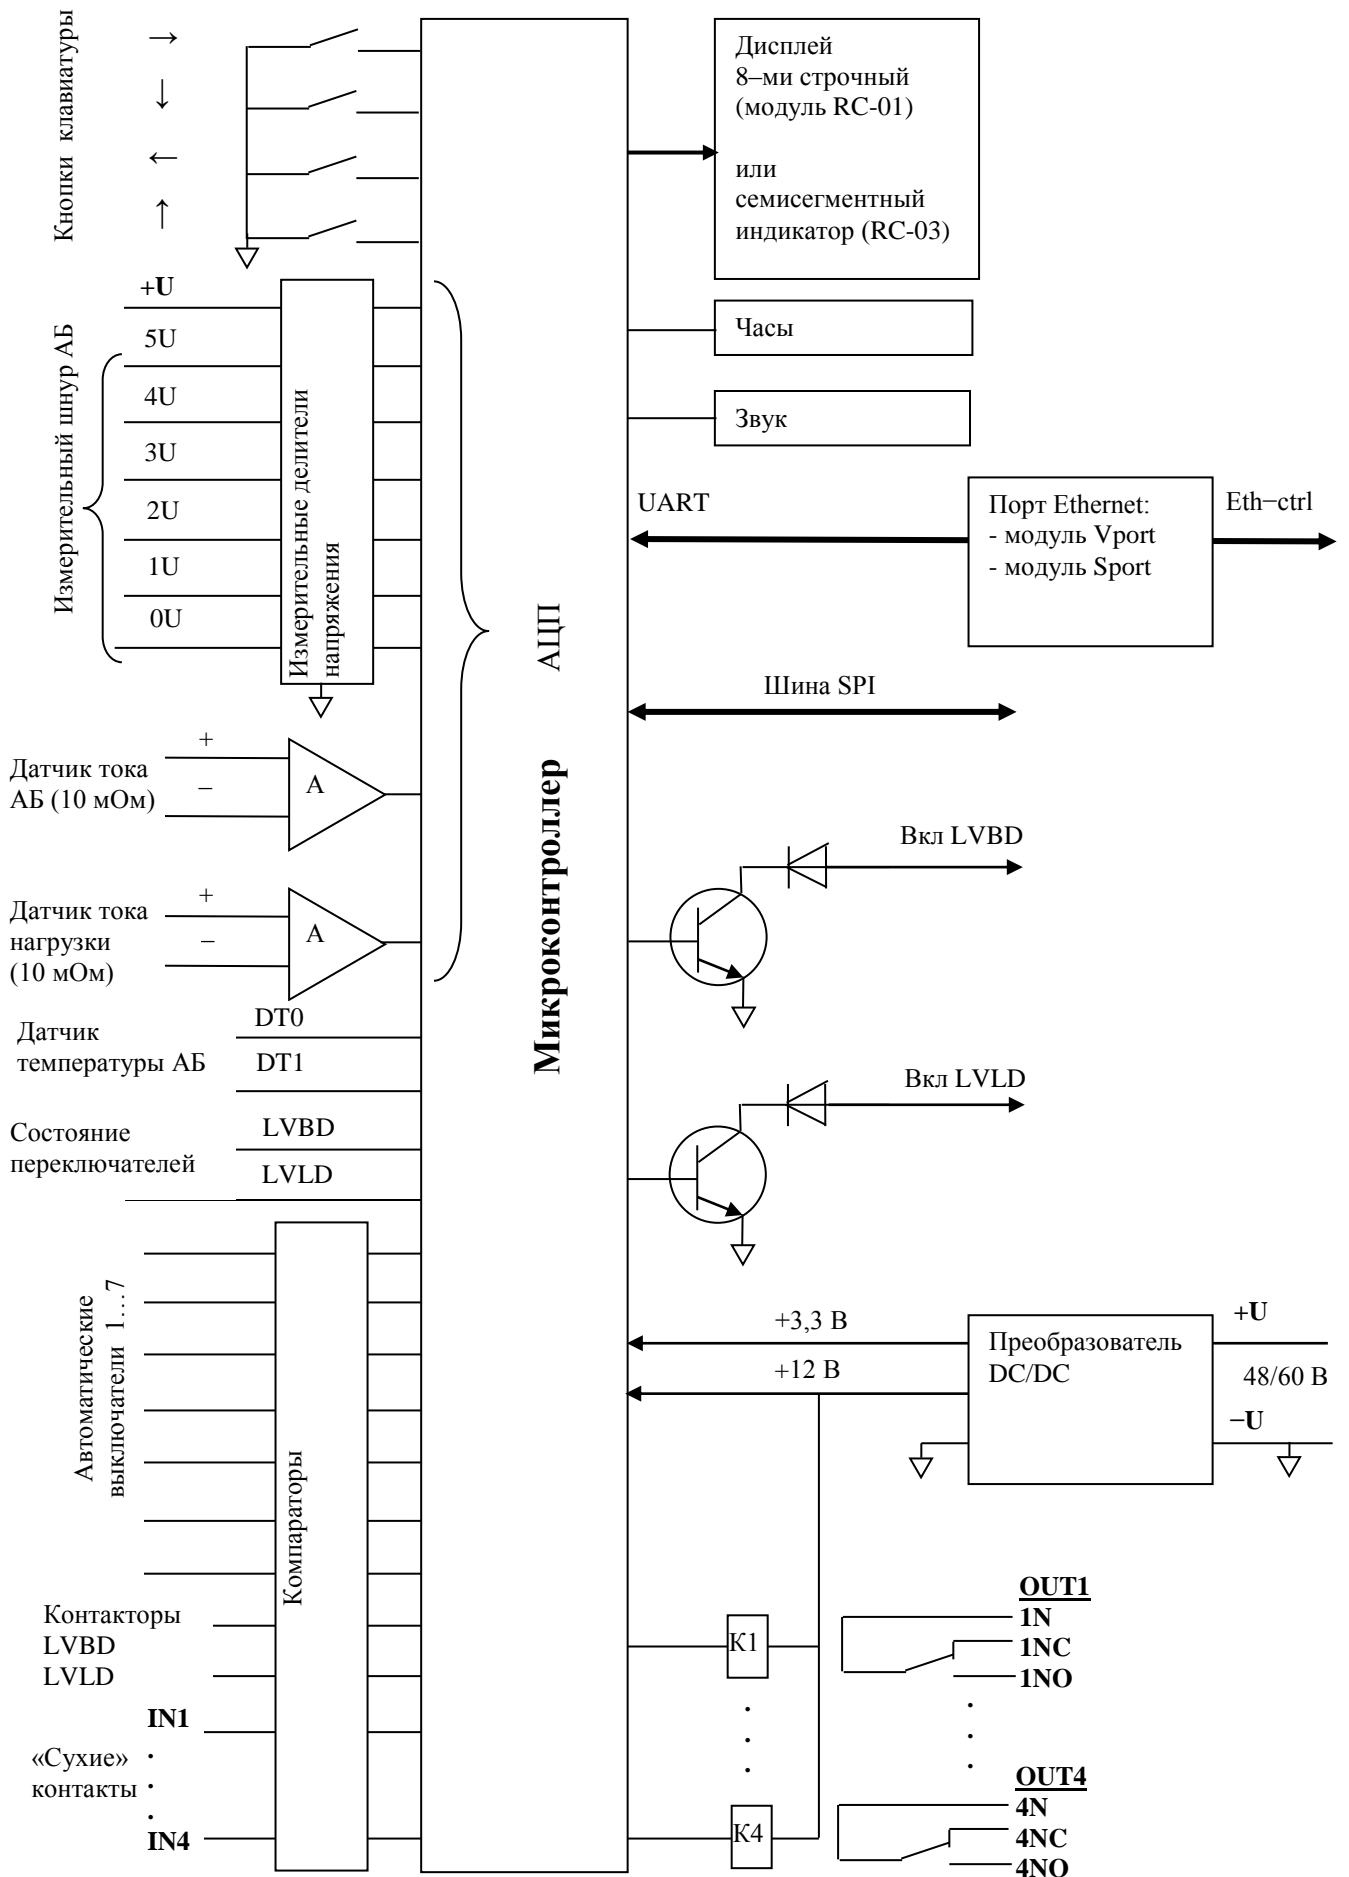

Рис.7. Функциональная схема модуля управления.
Модуль включает следующие узлы (рис.7):
3. Произвести соединение батареи согласно схемы на рис.7. При подключении использовать провода сечением не менее рекомендуемым в таблице 5. Соединить плюсовой полюс АБ с плюсом клеммника **BATTERY**, а минусовой полюс АБ с минусом клеммника **BATTERY**.
4. Подключить измерительный шнур контроля напряжения на моноблоках АБ к разъему **BATTERY VOLTAGE**. Наконечники подключить к клеммам АБ согласно рис.7.
6. Датчик температуры закрепить на корпусе одного моноблока АБ, разъем подключить к вилке **BATTERY TEMP** на задней панели блока (рис. 7).